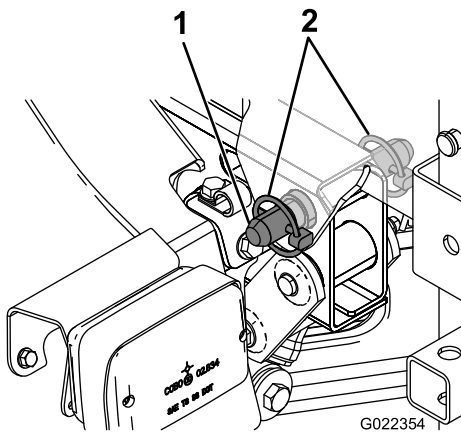

Bild 10
5. Fluchten Sie die Löcher in den Drehansätzen hinten am Behältergestell mit den Löchern im Schwenkrohr der Ladepritsche am Ende des Fahrzeugrahmens aus (Bild 10).
6. Setzen Sie einen angeschragten Lastösenbolzen und zwei Klapstecker in den Drehansatz ein, um den Behälter am Rahmen zu befestigen (Bild 10).